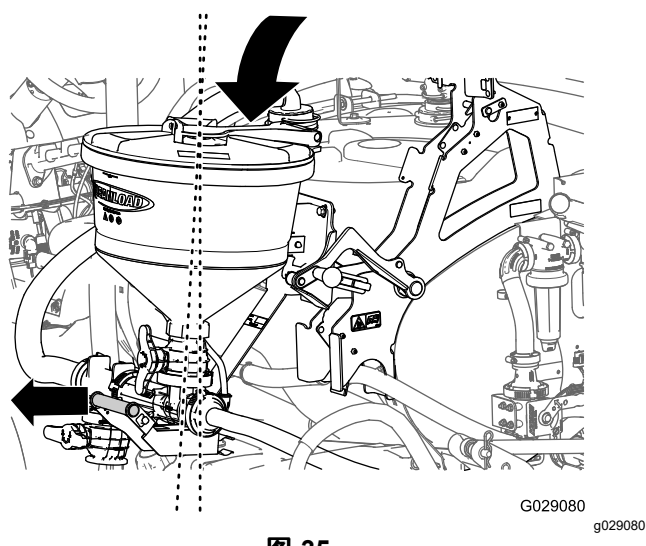

图 35
4. 稍微向外握持清洁加药器手柄的同时完全放下清洁加药器图 35。
2. 稍微向外握持清洁加药器手柄的同时升起清洁加药器 图 35。